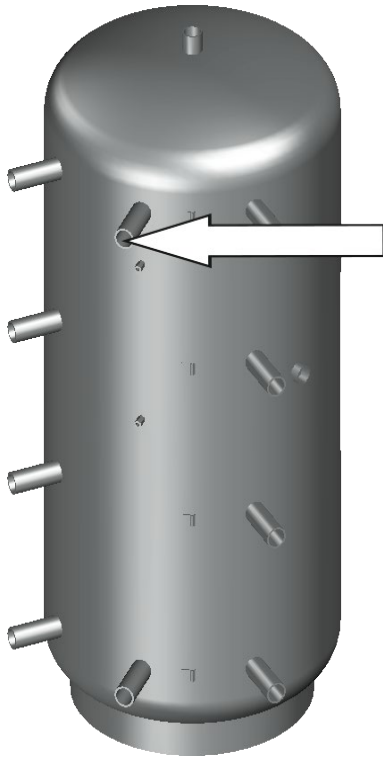
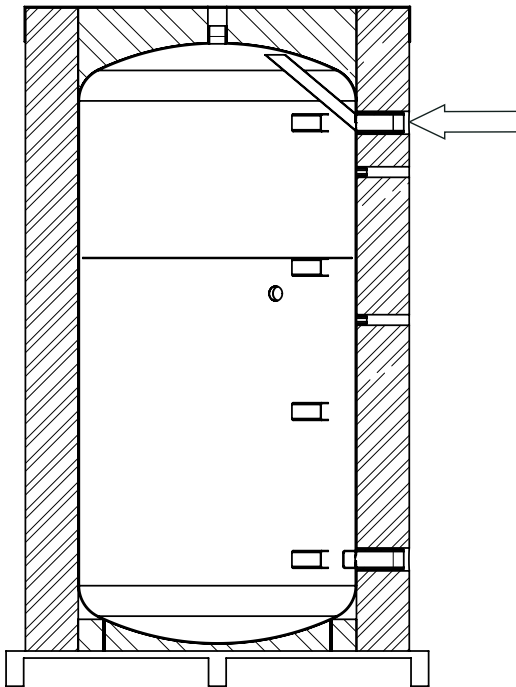

Abb. 15: Pufferspeicher Anschluss Vorlauf Speicherkreis
Abb. 16: Pufferspeicher Innerer Aufbau
- Schließen Sie beim Betrieb der Frischwasser-Station mit Oventrop Pufferspeichern der Reihe „Hydrocor HP“ die Zuleitung „Speicherkreis Vorlauf“ an den in den in Abb. 15 und Abb. 16 mit einem Pfeil markierten Anschluss-Stutzen an.